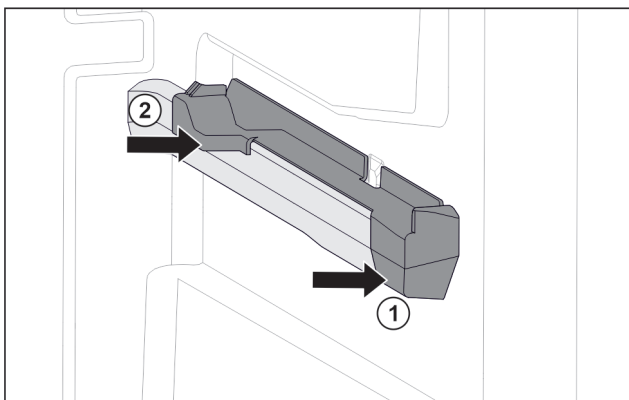

Fig. 79 Pieza de acoplamiento en la nervadura para recipientes derechos
- ▶ Coloque la pieza de acoplamiento delante en la nervadura para recipientes. Fig. 79 (1)
- ▶ Presione la pieza de acoplamiento por detrás. Fig. 79 (2)